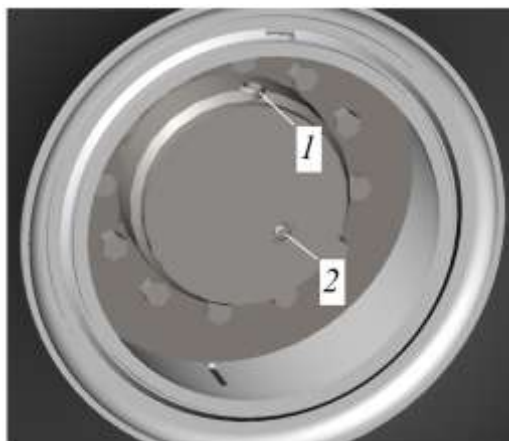

Рисунок 5.53. Положение редуктора для контроля уровня масла
- ▶ Двигая машину назад и вперед установить колесный редуктор в положение, когда сливная пробка 1 будет размещена сверху на 12 часов, см. рис. 5.53, пробка для контроля уровня масла поз. 2 будет размещена сбоку справа.
- ▶ Выкрутить пробку для контроля уровня масла поз. 2, рис. 5.53. Нормальным считается уровень, когда масло находится на уровне нижней кромки отверстия или слегка вытекает из него.
В случае, если уровень масла меньше нормы, необходимо долить масло через отверстие поз. 1, рис. 5.53.